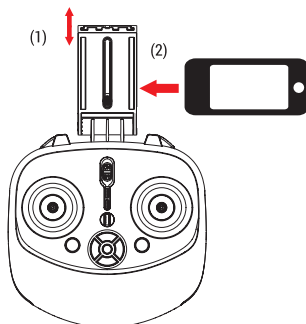

Figure 2: Installation du smartphone
Le support extensible de la radiocommande s'ajuste à différentes tailles de smartphones (Figure 2). Pour installer ou retirer le support de la radiocommande en toute sécurité veuillez-vous référer aux schémas ci-dessous.
- 2. Installer le smartphone:** Tirez délicatement sur la fixation extensible du support puis insérez votre smartphone (Figure 2).